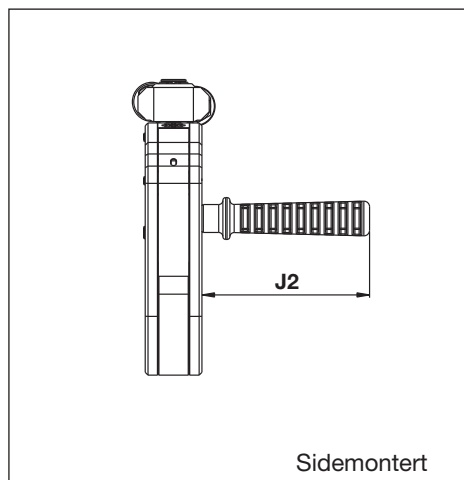

Fig. 26
6.1.4 Mål, SWH-serien rett posisjoneringshåndtak (fig. 26 – tilleggsutstyr)